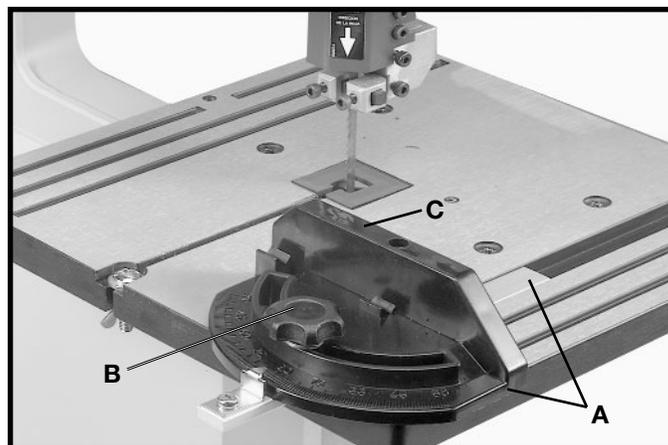

Fig. 33
Un guide d'onglet (A) fig. 33, est fourni avec la scie à ruban. Le corps du guide d'onglet (C) peut être réglé jusqu'à 45 degrés à droite et à gauche en desserrant le bouton de serrage (B), et en tournant le corps du guide d'onglet (C) à l'angle voulu, puis en resserrant le bouton de serrage (B).